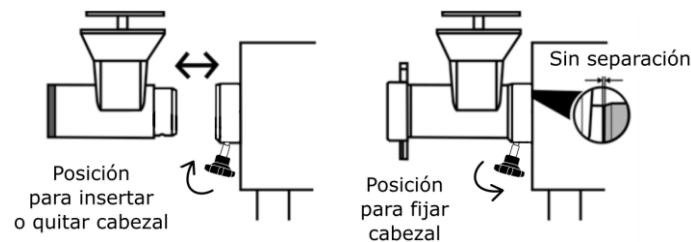

FIG 2. INSTALACIÓN DE CABEZAL
- 2.- Gire la perilla de cabezal (8) en sentido de las manecillas del reloj (Ver Fig 2) para poder retirar el cabezal (13).
- a) Después de ensamblar el cabezal (13), vuelva a colocar la perilla para cabezal (8) y gire en sentido contrario a las manecillas del reloj para fijar el cabezal al equipos (Ver Fig. 2).
- b) La navaja (18) debe insertarse con el filo hacia enfrente, en la flecha del gusano.